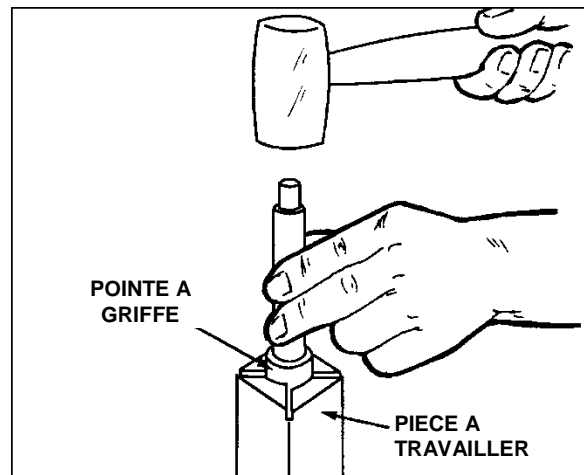

Figure 10-4
3. Passer la pointe à griffe environ 1/4 po dans la pièce à travailler en utilisant un maillet en bois ou un marteau à amortisseur, comme indiqué sur la figure 10-4. Faire attention à ne pas faire éclater la pièce. **Ne jamais utiliser de marteau en acier et ne jamais pousser la pièce à travailler sur la pointe à griffe tant qu'elle est montée sur la broche du tour.**